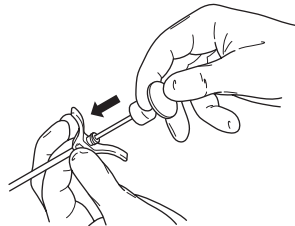

Abbildung 5 – Augmentationsmaterial mit dem Knochenzement-Obturator injizieren
- Das Augmentationsmaterial unter fluoroskopischer Kontrolle mit dem Knochenzement-Obturator injizieren (Abbildung 5).